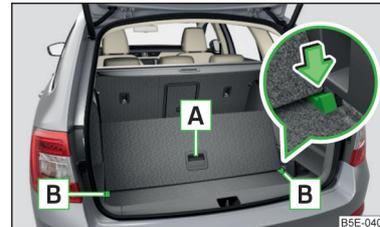

Abb. 128
- › Zum **Unterteilen** den variablen Ladeboden am Griff **A** anheben und den hinteren Rand des variablen Ladebodens in die Nuten **B** in Pfeilrichtung einschieben » Abb. 128.